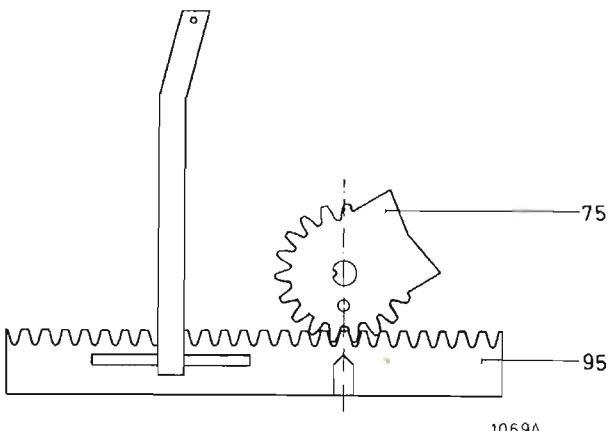

Fig. 1
- Mount gearwheel 75 and guide bracket 95 as shown in Fig. 1.
- Procéder au montage de la roue dentée 75 et de l'étrier-guide 95, selon la fig. 1.
- El montaje de la rueda dentada 75 y de la palanca de guía 95 debe ser efectuado según indica la fig. 1.
- De montage van tandwiel 75 en geleidingsbeugel 95 moet geschieden volgens fig. 1.
- Die Montage von Zahnrad 75 und Führungsbügel 95 muss gemäß Abb. 1 erfolgen.